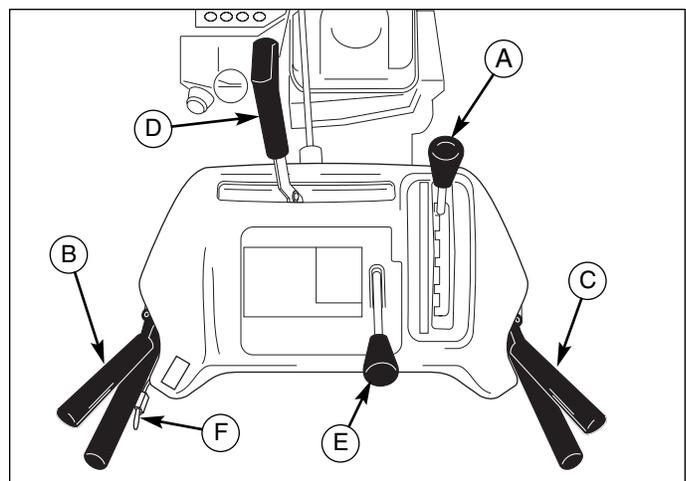

Figure 2. Commandes (du poste de commande)
7. Vérifiez la commande de transmission (B, figure 2) et celle de la vis (C) pour une manoeuvre adéquate. Si le réglage est exigé, voir la partie entretien du manuel.
8. Vérifiez la commande de la chute (D, figure 2) pour une manoeuvre adéquate. La chute doit pouvoir pivoter librement dans les deux directions. Voir partie entretien du manuel pour les procédures de réglage et de dépannage.
9. Vérifiez le déflecteur de la chute (E, figure 2) pour une manoeuvre adéquate. Le déflecteur doit pivoter librement de haut en bas.
11. Vérifiez le sélecteur de vitesse (A, figure 2) pour une manoeuvre en douceur. Le levier de commande de la boîte de vitesse doit glisser librement entre chaque vitesse et revenir au point mort lorsqu'il est relâché. Si le sélecteur de vitesse ne glisse pas librement entre les positions d'avancement et de recul, contactez le distributeur agréé pour l'assistance.
3. Appuyez à fond et retenez la commande d'embrayage de la vis transporteuse (C, figure 2) par le levier de droite pour lancer la rotation de la vis. Le fait de relâcher la commande de débrayage de la vis débrayera la vis à moins **que la commande manuelle soit activée (voir étape 5 ci-dessous).**
4. Appuyez à fond et retenez le levier de la commande de traction et Free-Hand™ (B, figure 2) par le levier de gauche pour embrayer la commande de traction et commencez à déplacer la souffeuse. Pour débrayer la commande de traction, relâchez complètement le levier.
6. Sélectionnez les vitesses d'avancement ou de recul en utilisant le sélecteur de vitesse (A, figure 2). Relâchez les deux leviers de commande avant de changer de vitesse.
Utilisez le sélecteur de vitesse (A, figure 2) pour contrôler la vitesse de la souffeuse. Il y a cinq vitesses d'avancement et deux vitesses de recul.
Pour changer les vitesses, relâchez le levier de commande de la vis (B, figure 2), et ensuite placez le sélecteur de vitesse sur la vitesse désirée. Abaissez complètement les leviers de commande pour reprendre le soufflage.